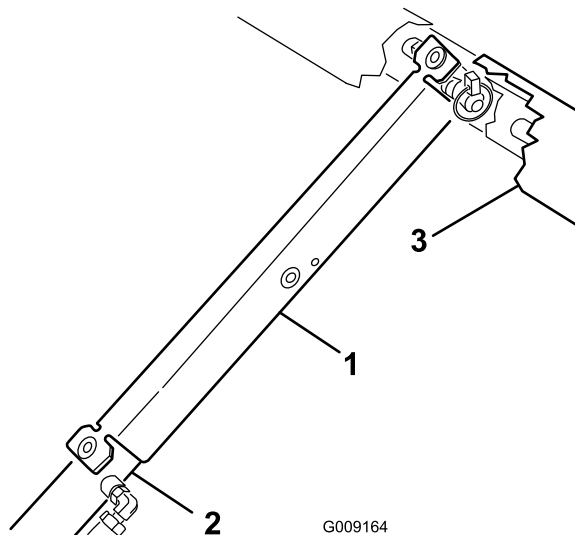

図 100
9. サポートをシリンダロッドにはめ込み、サポートの端部でシリンダバレルの端と昇降シリンダのロッドの端を確実に支える 図 100。